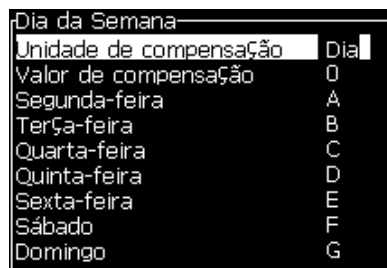

Figura 5-46: Dia da semana codificado
- 3 Selecione *Configuração da hora codificada da semana* e pressione *Enter* para abrir a caixa de diálogo *Dia da semana* (consulte Figura 5-46).